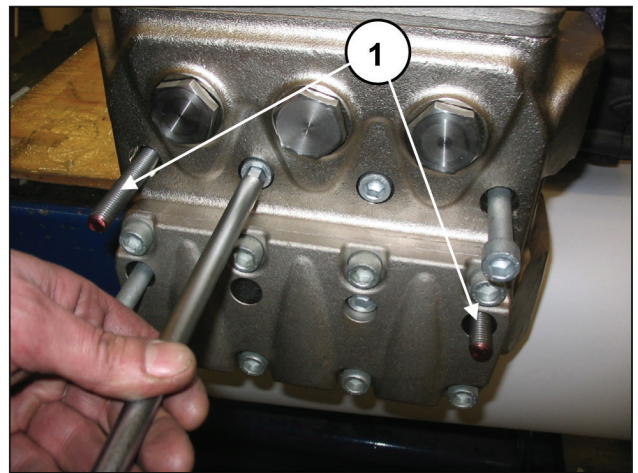

Abb. 42
- Lösen Sie die zwei äußeren M12x160-Befestigungsschrauben des Kopfes und ersetzen Sie sie durch zwei M12-Gewindestangen (Abb. 42, Pos. ①), um die Kolben nicht zu beschädigen. Drehen Sie dann die restlichen Schrauben aus.